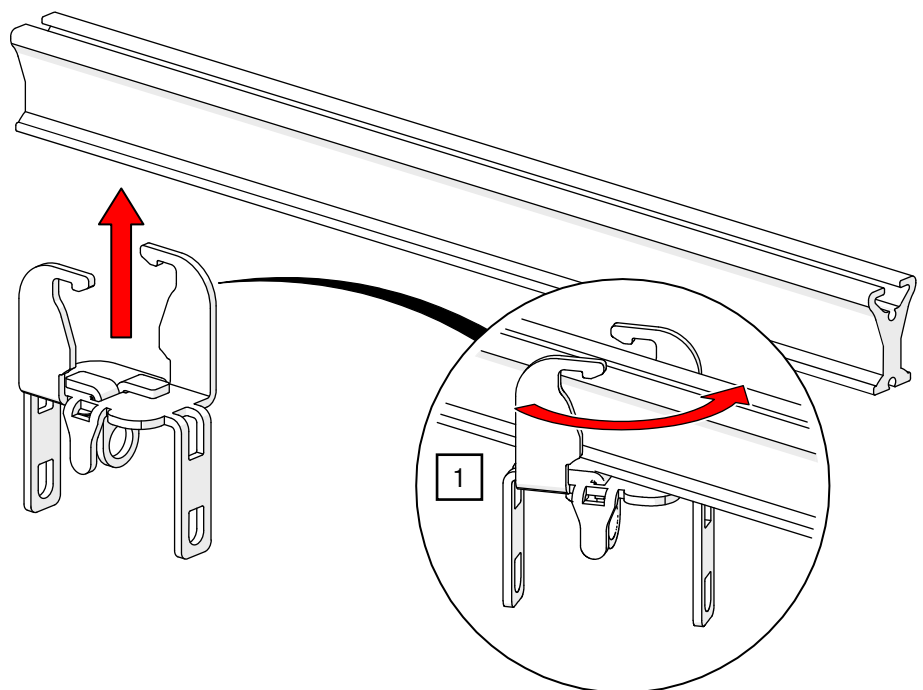
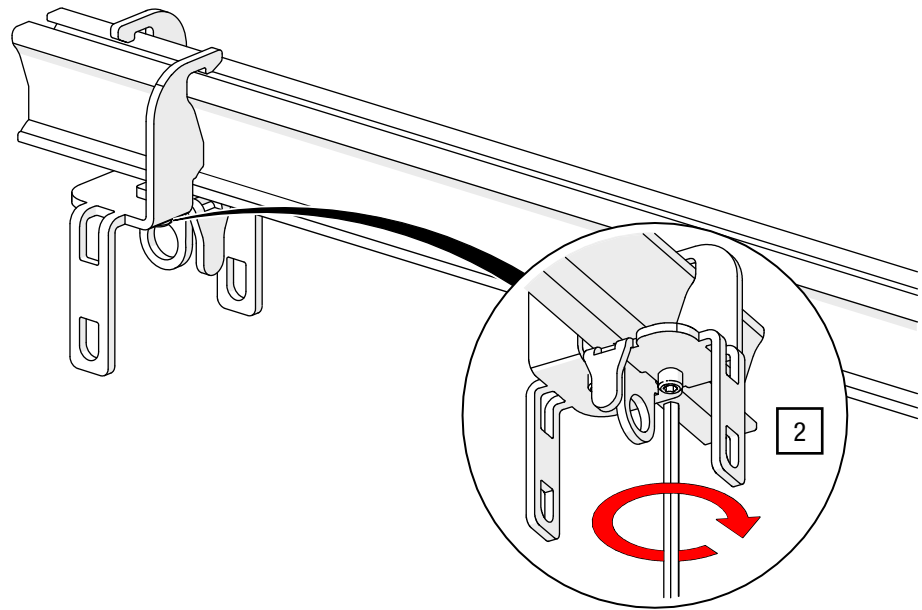

Abb. 51: Endanschlag variabel mit Vorhangbefestigung – Auf Schiene aufstecken
Abb. 52: Endanschlag variabel mit Vorhangbefestigung – Gewindestift befestigen
- Drehen Sie die Gewindestifte bündig zur Grundplatte, stecken Sie den Endanschlag auf die Schiene und drehen Sie ihn um 90° in die Endposition (siehe Abb. 51).
Achten Sie auf die korrekte Orientierung des Anschlags für folgende G-TRACK Laufwagen entsprechend Grafik Abb. 51 und Abb. 52.
4. Ziehen Sie die Gewindestifte mit einem ISK SW 2,5 und 6 Nm an (siehe Abb. 52).